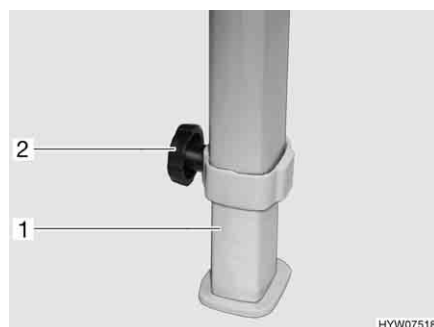

Fig. 27 Regolazione altezza tavolo sospeso
- Svitare la vite a testa cilindrica zigrinata (Fig. 27,2).
- Sollevare o abbassare il piano del tavolo in avanti, fino a che il piano del tavolo non è in posizione orizzontale. Contemporaneamente il prolungamento del piede del tavolo (Fig. 27,1) scorre verso l'esterno o l'interno.